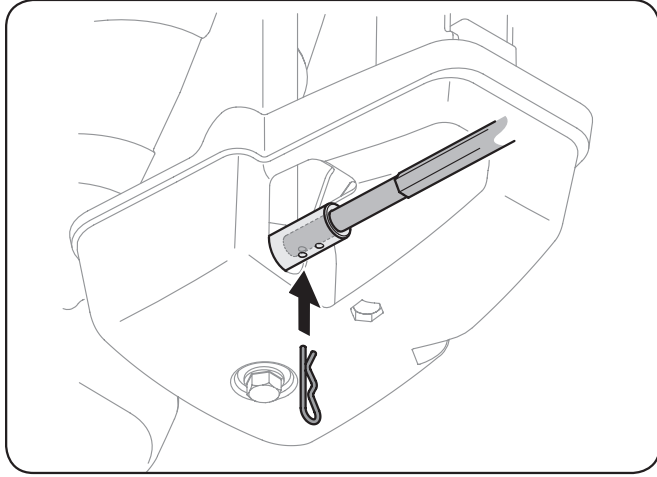

Figure 3-11
7. Poussez la tige de commande de la goulotte vers le panneau de bord jusqu'à ce que le trou dans la tige de commande de la goulotte s'aligne avec le trou le plus proche dans l'ensemble de rotation de la goulotte et insérez la goupille fendue. Voir la Figure 3-11.